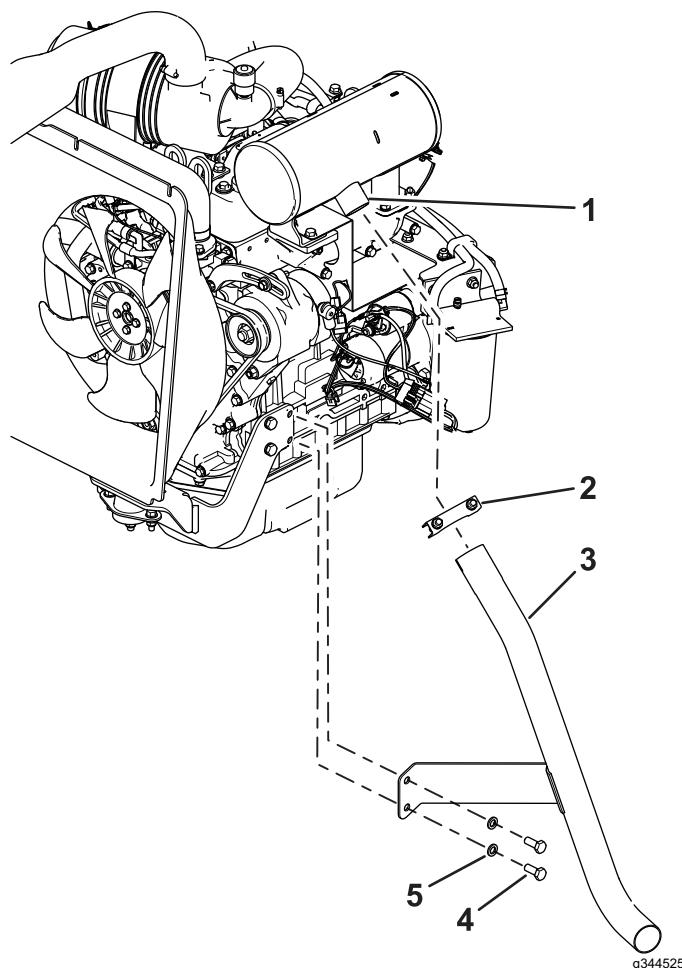

Figura 10
2. Desaperte a abraçadeira na panela de escape (Figura 10).
3. Retire os parafusos e anilhas do motor do suporte do tubo de escape existente (Figura 10) e retire o tubo de escape.